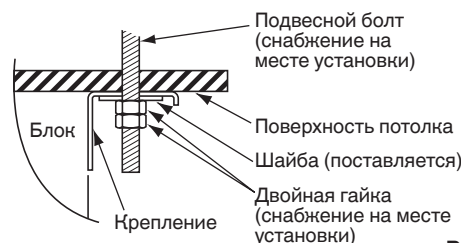

Рис. 3-11
- Выполните подготовку для подвешивания внутреннего блока. Способ подвешивания зависит от того, является ли потолок подвесным, или нет. (Рис. 3-11 и 3-12)